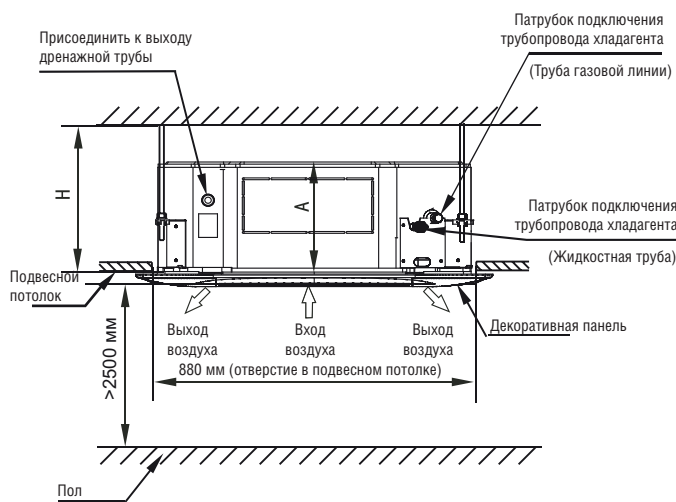

Рис. 4-1
(См. рис. 4-1, рис. 4-2, рис. 4-3 и табл. 4-1)
- Вырежьте в подвесном потолке отверстие размером 880 x 880 мм по форме бумажного трафарета, прилагающегося к кондиционеру. (См. рис. 4-1, 4-3 и 4-5).